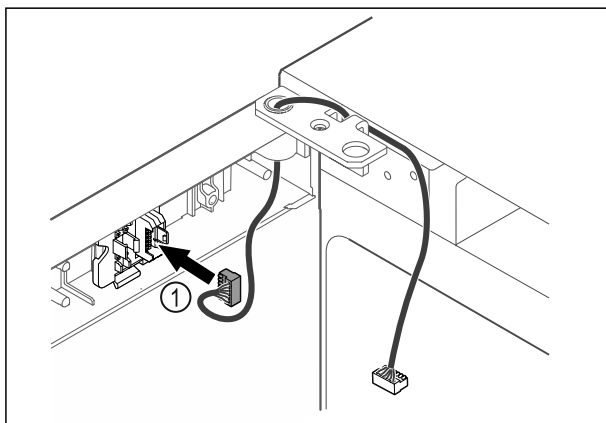

Fig. 49
- ▶ Вставити штекер Fig. 49 (1) в кріплення штекера.